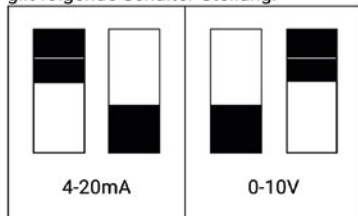

Abbildung 1
- (1) Tasten zur Einstellung der Grenzwerte für den ausgewählten Kanal (2):
- (2) Kanalwahlschalter: Drehen Sie den Schalter, bis er auf dem Kanal steht, den Sie einstellen möchten.
- (3) Eingangswahlschalter: Hier schalten Sie zwischen 0–10 V und 4–20 mA Signalen um (siehe Abb. 1).
- (4) Kanalaktivierung: Hier können Sie die einzelnen Kanäle ein- und ausschalten (ein ausgeschalteter Kanal zeigt nichts im Display an).
- (5) Invertierung des Kanals: Hier legen Sie fest, ob der Alarm auslöst, wenn der Messwert oberhalb oder unterhalb der Alarmschwelle liegt. In der Stellung ON liegt die Alarmschwelle am unteren Ende der Skala, was einen Alarm bei sinkendem Druck signalisiert.
- (6) Display-Anschluss: Hier wird das Kabel für das Display angeschlossen.
- (7) USB: Nicht in Gebrauch. Nur für interne Tests und Qualitätskontrolle.
Die Einstellung, wie die Schalter für das gewünschte Ergebnis zu justieren sind, ist in Abbildung 1 dargestellt.